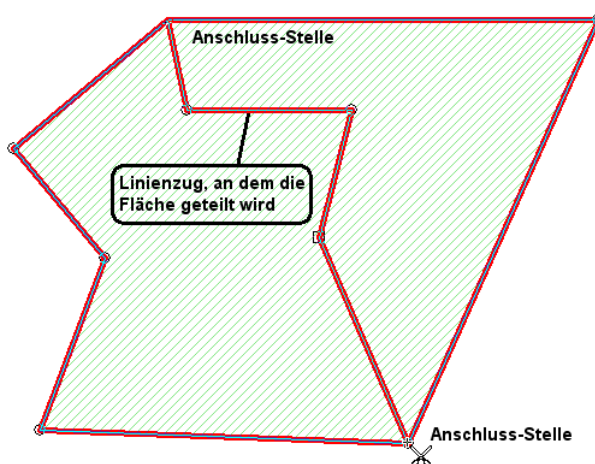

Abbildung 78: Flächenobjekt teilen
5. Wie die Abbildung 78 zeigt, können Sie nun innerhalb der Fläche die Teilungslinie festlegen (Linie erzeugen).